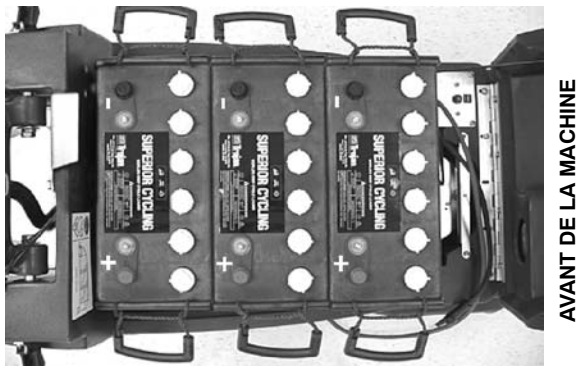

FIG. 2
4. Placez avec précaution les batteries dans le plateau des batteries et connectez les bornes des batteries comme illustré. Une fois que les batteries sont en place, enlevez les poignées des batteries pour dégager le chemin du couvercle du compartiment à batteries (Figure 2).